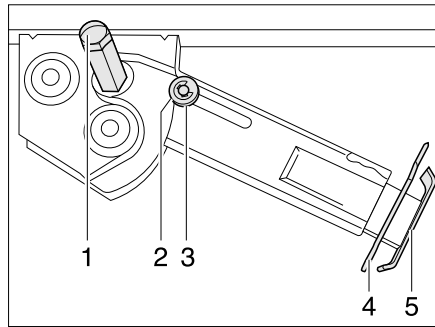

Bild 31 Hubstütze
- Am Sechskant (Bild 31,1) den Steckschlüssel aufstecken und drehen, bis die Hubstütze senkrecht nach unten steht.
- Splint (Bild 31,4) aus der Stützfußverlängerung (Bild 31,5) herausziehen.
- Am Sechskant (Bild 31,1) den Steckschlüssel aufstecken und drehen, bis die Hubstütze wieder vom Boden frei ist.
- Stützfußverlängerung (Bild 31,5) ganz einschieben und Splint (Bild 31,4) in die vorgesehene Bohrung an der Stützfußverlängerung stecken.
- Mit Steckschlüssel am Sechskant (Bild 31,1) drehen, bis Hubstütze nach oben geschwenkt und die Führungsscheibe (Bild 31,3) vollständig in die Kerbe (Bild 31,2) eingefahren ist.